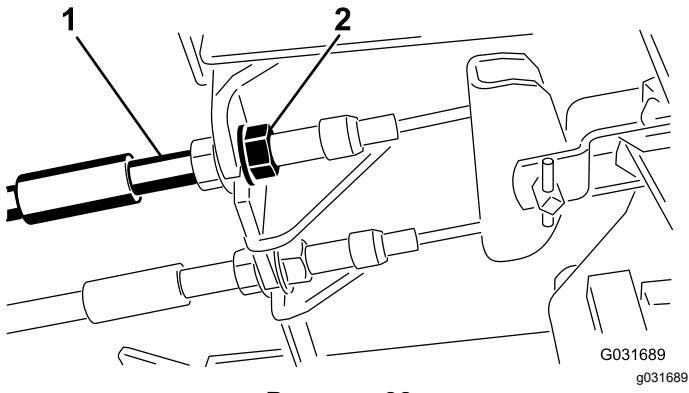

Рисунок 88
- Чтобы уменьшить свободный ход тормозных педалей, затяните тормоза, ослабив переднюю гайку на резьбовом конце троса тормоза (Рисунок 88).